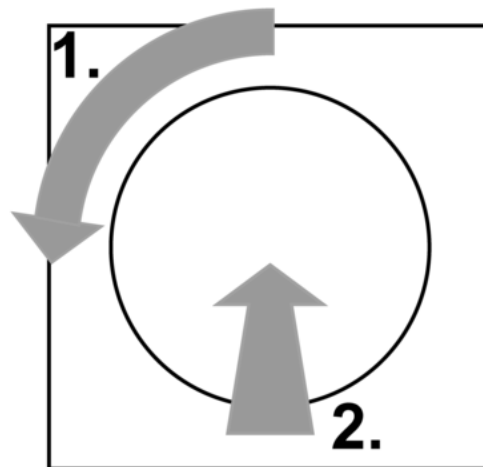

Bild 2: Minimale Helligkeit
- Einstellknopf um eine viertel Drehung gegen den Uhrzeigersinn drehen und Einstellknopf drücken (Bild 2).